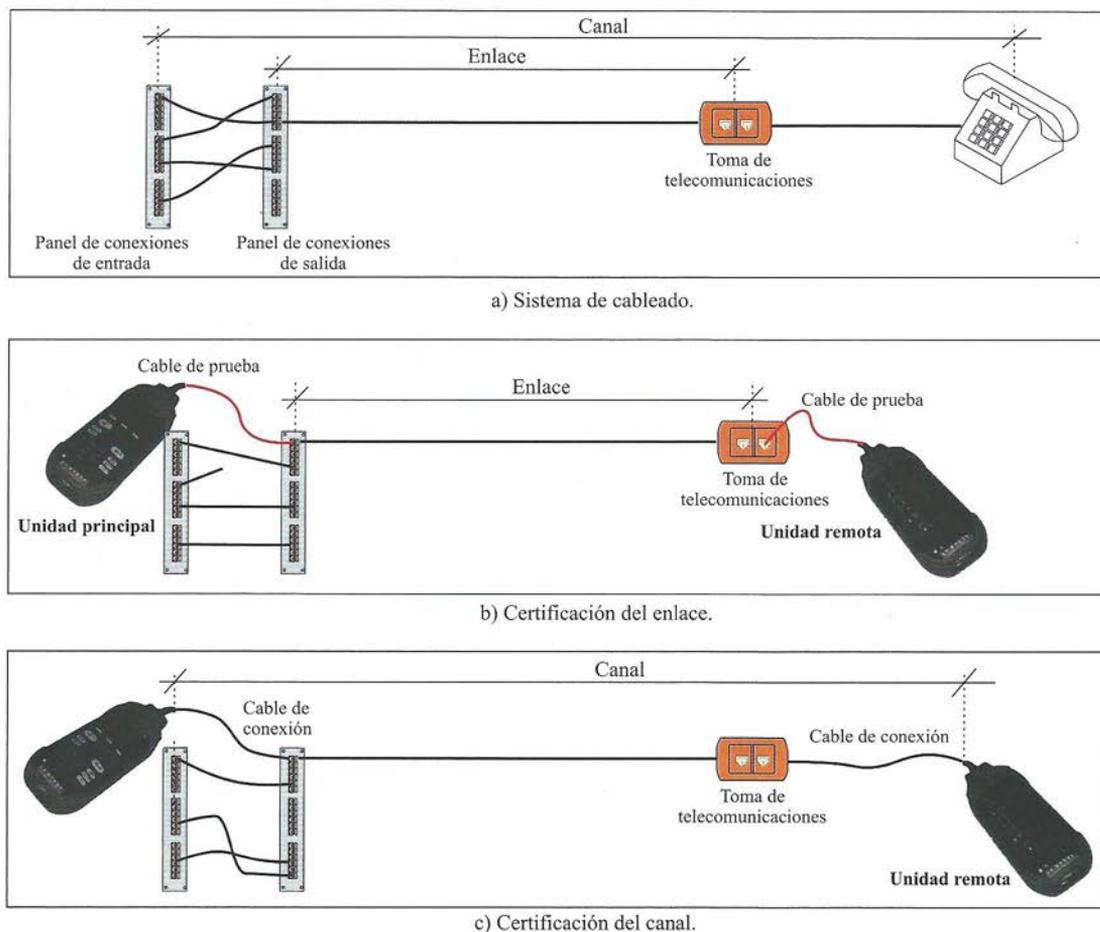

Figura 6.50. Certificación de una instalación.
La **certificación de una instalación** viene determinada por los parámetros que se deben medir, el procedimiento de certificación especificado por la normativa y los resultados de las medidas realizadas. La normativa establece la certificación de dos partes de una instalación (Figura 6.50.a):
equipos de red y los cables de interconexión se pueden cambiar a lo largo de la vida útil de la instalación, pero en cambio, el cableado del enlace es fijo. La Figura 6.50.b indica la configuración de la medida del enlace de una instalación.
- **Canal**. El canal comprende, además del enlace de la instalación, todo el sistema de conexión. En las medidas del enlace, se garantiza el cumplimiento de los requisitos de la red, ya que muestra el funcionamiento real del cableado que se utilizará en el servicio final, ya que se incluyen los cables de interconexión, que son los puntos más débiles de la infraestructura. La Figura 6.50.c indica la configuración de la medida del canal de una instalación.